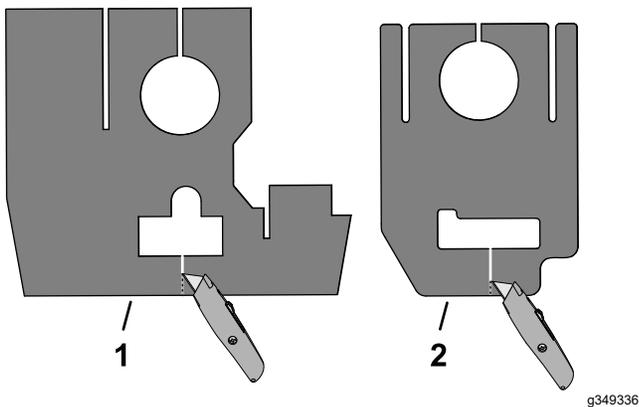

Bild 2
2. Verwenden Sie ein Universalmesser, um die oberen und unteren Lenksäulendämmung zurechtzuschneiden, wie in Bild 2 dargestellt.